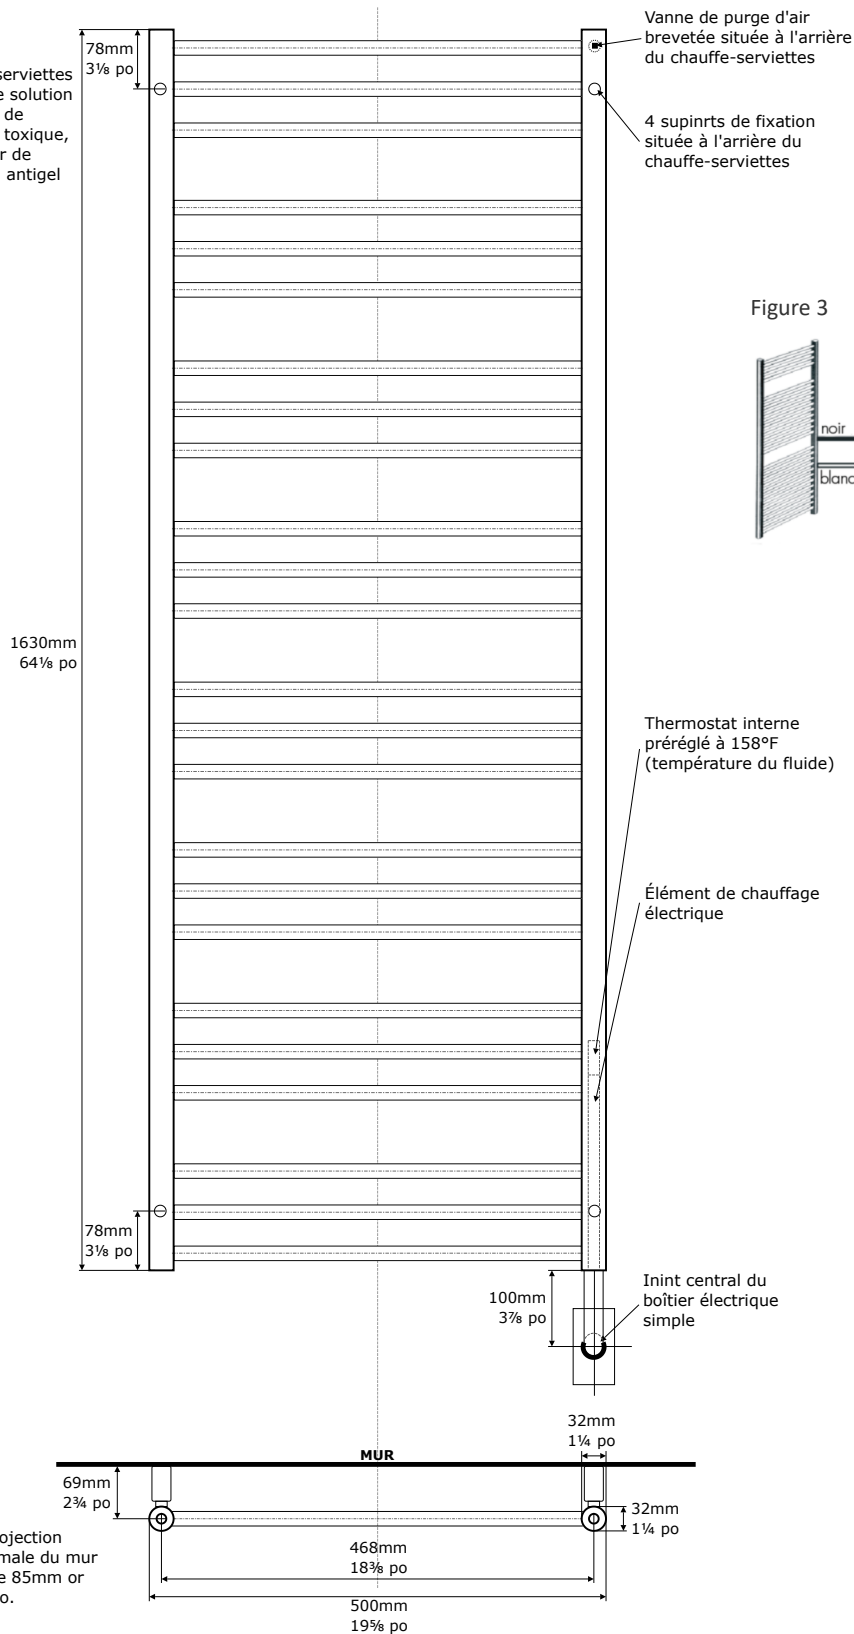

Figure 3
Rough-in Requirements (see figure 3)
2. Complete all electrical connections as shown in figure 3.
Exigences générales (voir figure 3)
2. Effectuez toutes les connexions électriques comme indiqué sur la figure 3.